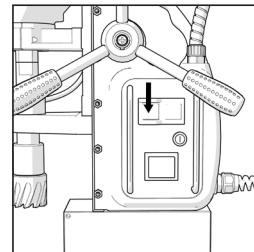

FIG. 4b
- Utilice el interruptor pulsador verde (**Fig. 4b**) en la caja de interruptores de la máquina para encender el motor, y el interruptor pulsador rojo para apagarlo (**Fig. 4c**).